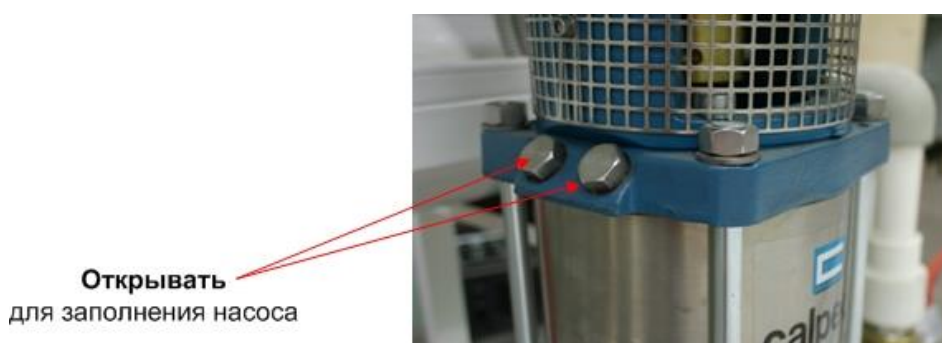

Рис.8 Пробка воздухообросника.
- отвернуть пробку воздухообросника на насосе (рис.8);
- дождаться заполнения насоса водой, завернуть пробку воздухообросника (рис.8);